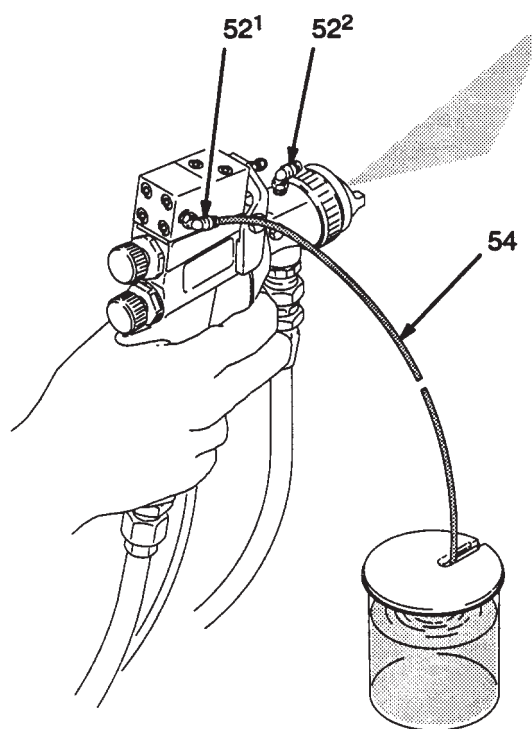

Fig. 19
2. Coprire il bicchiere con una copertura morbida, in modo da deviare qualsiasi sovraspruzzo. Ved. Fig. 19.
4. Collegare il tubo di controllo del rapporto (54) (in dotazione con la pistola) al raccordo di uscita (52¹) della valvola dell'attivatore, come illustrato nella Fig. 19. Ruotare il raccordo verso la parte anteriore (52²) della pistola.
8. Posizionare il tubo di controllo del rapporto (54) all'interno del bicchiere, come illustrato nella Fig. 19.